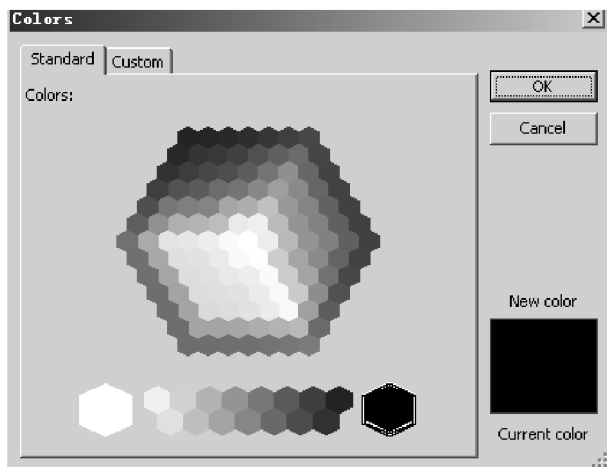

图 4-20 “颜色”对话框
(1) 移动元器件: 让光标指向所要移动的元器件上, 按住鼠标左键, 然后移动鼠标, 将其移动到合适位置后放开左键。
(2) 删除元器件: 让光标指向所要删除的元器件并单击, 则在该元器件的四周将各出现一个方块。然后按下键盘上的 **Del** 键。
(3) 剪切元器件: 让光标指向所要剪切的元器件并单击, 则在该元器件的四周将各出现一个方块。然后单击鼠标右键, 弹出快捷菜单, 选取 **Cut** 命令即可将元器件放置到剪贴板, 同时电路窗口上的元器件消失。
(4) 复制元器件: 让光标指向所要剪切的元器件并单击, 则在该元器件的四周将各出现一个方块。然后单击鼠标右键, 弹出快捷菜单, 选取 **Copy** 命令即可将元器件放置到剪贴板, 电路窗口上的元器件不变。
(5) 粘贴元器件: 在完成 **Cut** 或 **Copy** 操作后, 可以执行 **Edit \ Paste** 命令, 将元器件粘贴到电路窗口。
(6) 旋转元器件：让光标指向所要旋转的元器件并单击，则在该元器件的四周将各出现一个方块。然后单击鼠标右键弹出右键菜单，选取 Flip Horizontal 命令即可水平翻转，Flip Vertical 即可垂直翻转，90 Clockwise 即可顺时针旋转 90° ，90 CounterCW 即可逆时针旋转 90° 。
(7) 改变元器件的颜色：让光标指向元器件，单击鼠标右键弹出右键菜单。然后选取 Change Color...命令，屏幕上出现如图 4-20 所示的对话框。